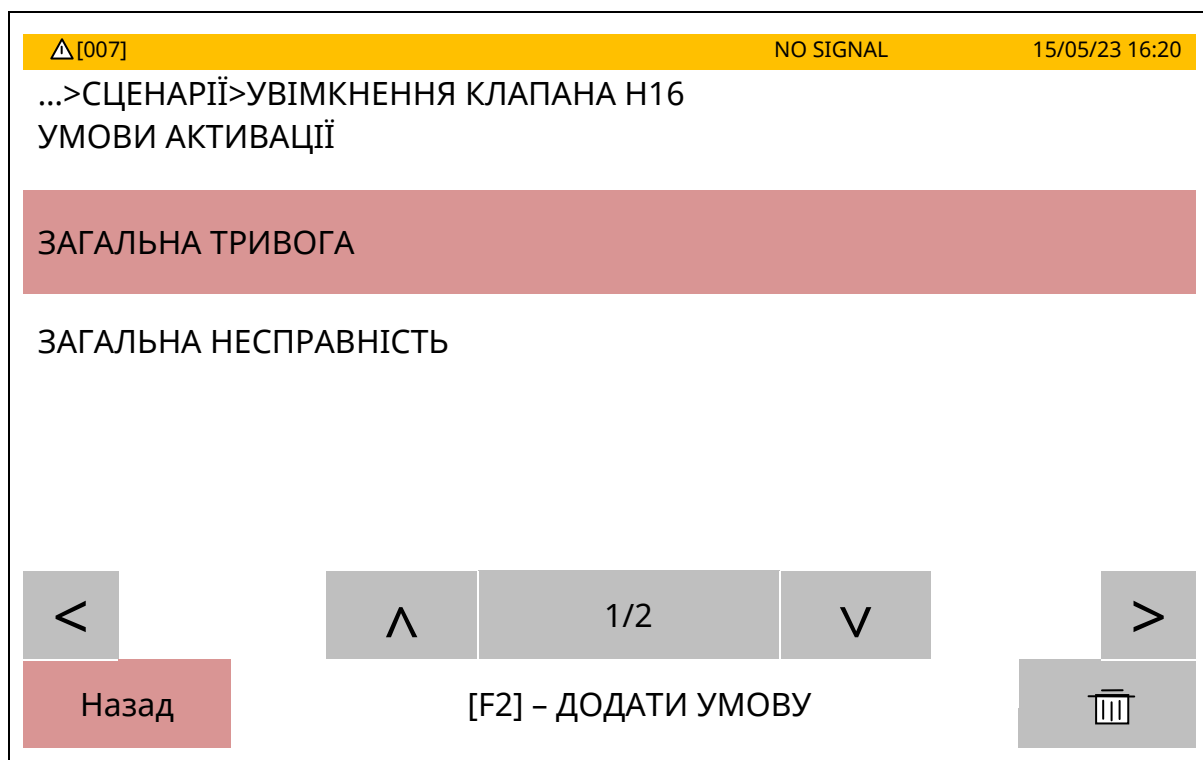

Рисунок 10.19.5 - Перелік умов початку виконання сценарію
- тип логіки – «АБО» (за замовчуванням) та «І». Якщо вибрана логіка «АБО», то сценарій активує будь-яка умова зі списку (рис. 10.19.5), якщо вибрана логіка «І», то сценарій активують тільки всі умови за списком;
10.19.3.2 Якщо у вікні налаштувань умов активації сценарію доторкнутися до рядка з пунктом «Умови», відкривається вікно рис. 10.19.5, в якому формують перелік умов активації сценарію. За замовчування в переліку жодної умови немає. Для додавання умови в перелік необхідно натиснути кнопку F2 на передній панелі ППКП (виконати дію [F2 – додати умову]).
Деякі з умов передбачають попереднє налаштування параметрів. Для переходу до налаштування умови потрібно в списку (рис. 10.19.5) виділити потрібний рядок і доторкнутися до нього.